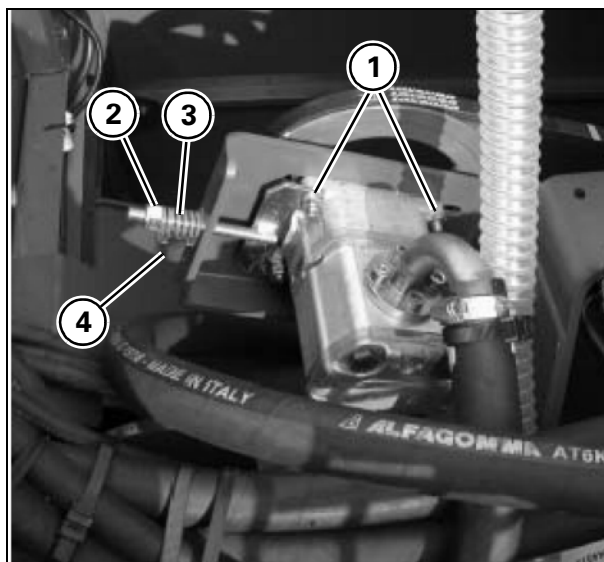

Рис. 21
17. Приводной ремень насоса системы выравнивания Рис. 21